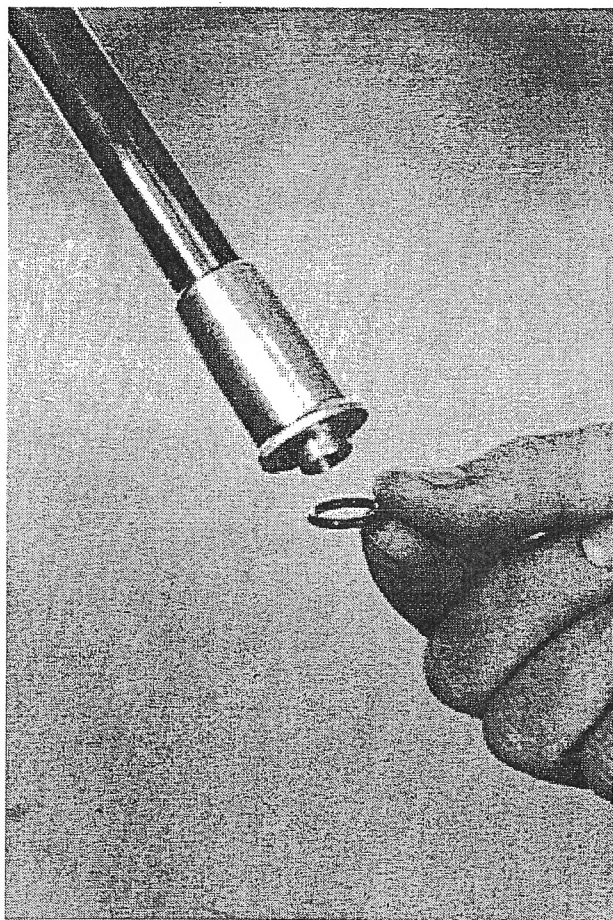

FIG.180
11. Pon un anillo nuevo de goma, pieza n° LI-8114-11, en la ranura de la base del conjunto válvula (Fig 180). Si es necesario utiliza o un poco de grasa para mantenerlo en sus sitio